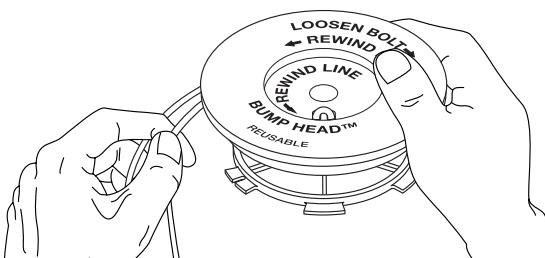

Fig. 36
7. Enroulez les fils en couches uniformes serrées sur le moulinet (Fig. 36). Enroulez le fil dans le sens indiqué sur le moulinet intérieur. Placez votre index entre les deux fils pour les empêcher de se superposer. Ne superposez pas les extrémités du fil. Passez à l'étape 11.